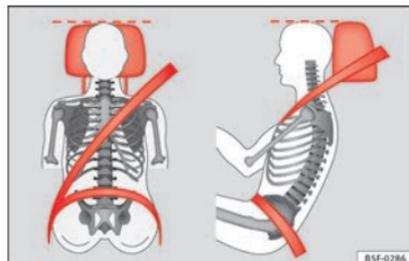

Fig. 73 Encosto de cabeça corretamente regulado visto de frente e de lado.
– Ajuste dos encostos de cabeça de modo a que o rebordo superior do encosto fique, na medida do possível, alinhado com o alto da sua cabeça, no mínimo à altura dos olhos »» Fig. 73.